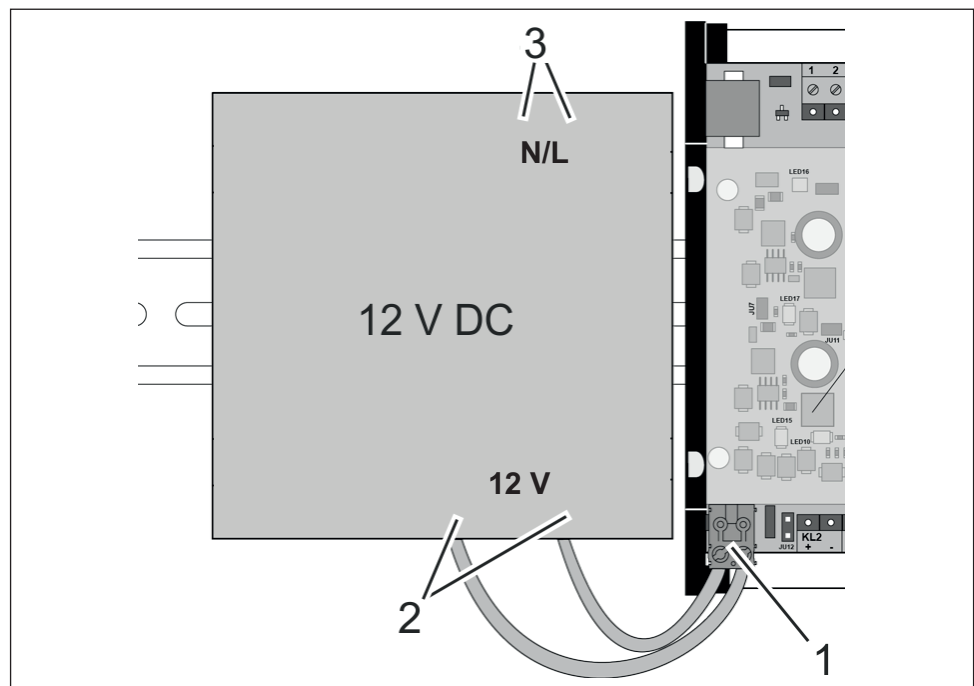

Fig. 11: Ligação entre a unidade de fonte de alimentação (ilustrativa) e o controlador
4. Ligue o terminal do controlador 1 (Fig. 11/1) à porta de saída de tensão de 12 V para a unidade de fonte de alimentação (Fig. 11/2).
5. Ligue a unidade de fonte de alimentação para a unidade de fonte de alimentação (Fig. 11/3) à fonte de alimentação local.